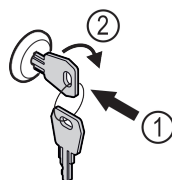

Fig. 149 Simbolična slika
- Vstavite ključ Fig. 149 (1).
- Ključ obrnite v smeri urnih kazalcev za 90° Fig. 149 (2).